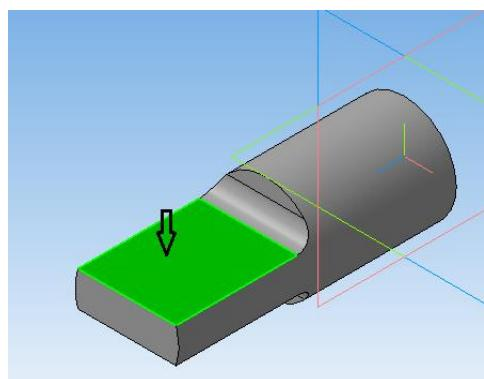

Рисунок 45.
- 15.Выберите верхнюю плоскость среза (рисунок 45) и создайте на ней новый эскиз.